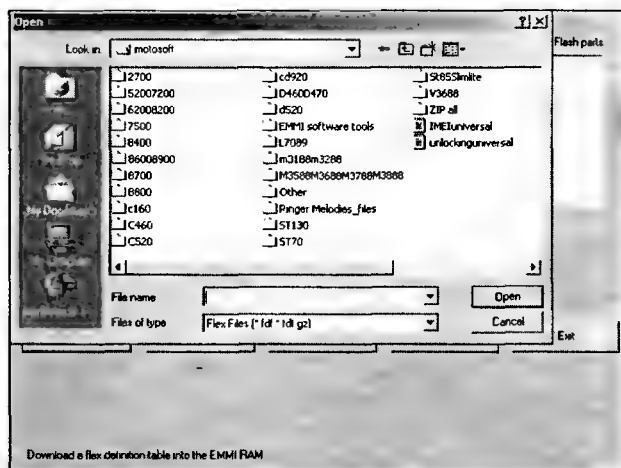

Рис. 7.20
3. После этого появится окно (см. рис. 7.20), в котором показаны папки с файлами и отдельные файлы. В нем выбирают файл **unlockinguniversal.fdf**.